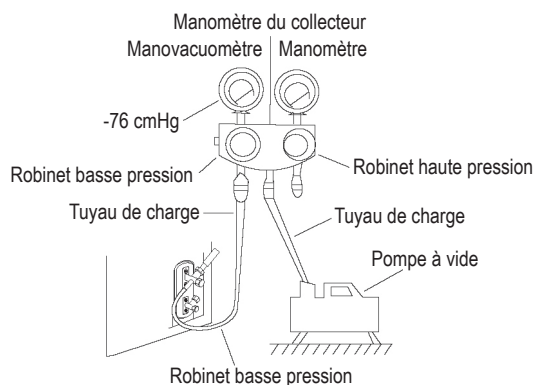

Fig. 8.1
2. Retirez le cache électrique de l'unité extérieure. En l'absence de cache, dévissez les boulons du tableau de maintenance et retirez le panneau de protection. (Voir Fig. 8.1.)